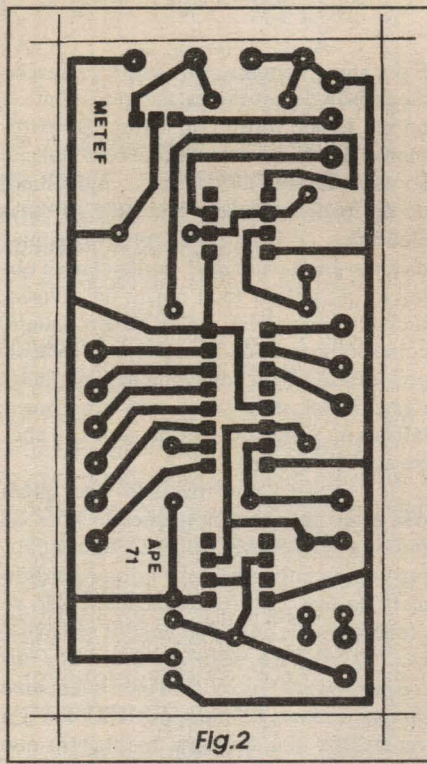

Fig.2
- FIG. 2 - LAY OUT DO CIRCUITO IMPRESSO ESPECÍFICO - Diagrama (em tamanho natural, para facilitar a cópia direta...) do padrão cobreado de ilhas e pistas do impresso para o METEF. Os três integrados *absorvem* todas as funções ativas do circuito, simplificando enormemente a montagem e reduzindo a quantidade geral de componentes, consequentemente eximindo o impresso de desnecessários congestionamentos ou complexidades... De qualquer modo, recomendamos a utilização de decalques ácido-resistentes apropriados na traçagem, para maior elegância, profissionalismo, e menor chance de defeitos... Não esquecer de, ao final da confecção, conferir tudo muito bem, verificando com especial atenção as regiões próximas aos conjuntos de ilhazinhas (pequenas e *quase grudadinhas* umas nas outras...) referentes aos pinos dos integrados, onde é mais co-